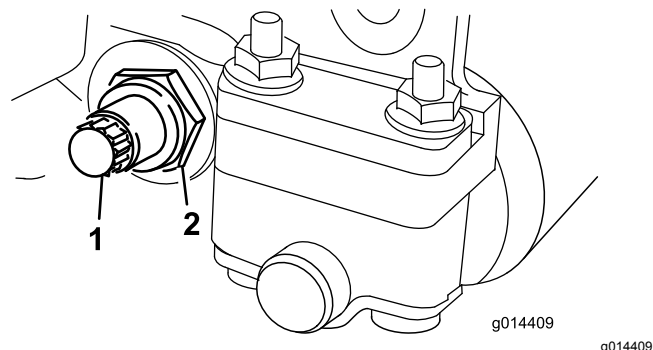

Figura 20
3. Desaperte a porca de bloqueio que segura a cavilha da barra de apoio, em cada um dos lados da máquina (Figura 20).
4. Remova cada uma das cavilhas da barra de apoio, de modo permitir puxá-la e retirá-la da máquina (Figura 20).